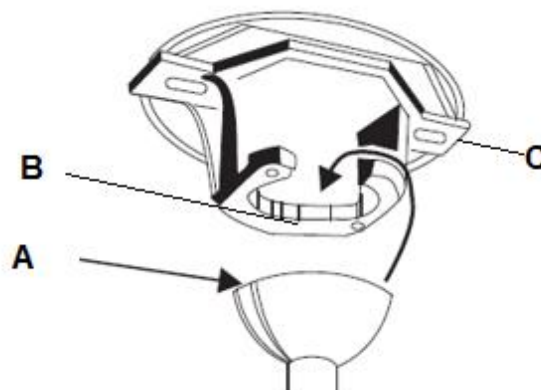

Fig. 5
Avvicinare il ventilatore alla staffa di supporto. Assicurarsi che la fessura (A) del giunto sferico sia posizionata sul perno (B) della staffa di supporto (C), in modo tale da evitare che il ventilatore ruoti quando è in funzione (Fig.5)